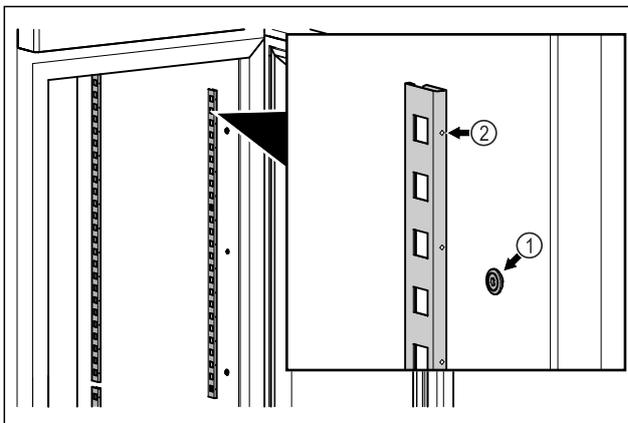

Fig. 58 Príklad zobrazenia
- ▶ Koľajničky zaveste do závesu Fig. 58 (1). Označenie Fig. 58 (2) musí ukazovať dopredu.